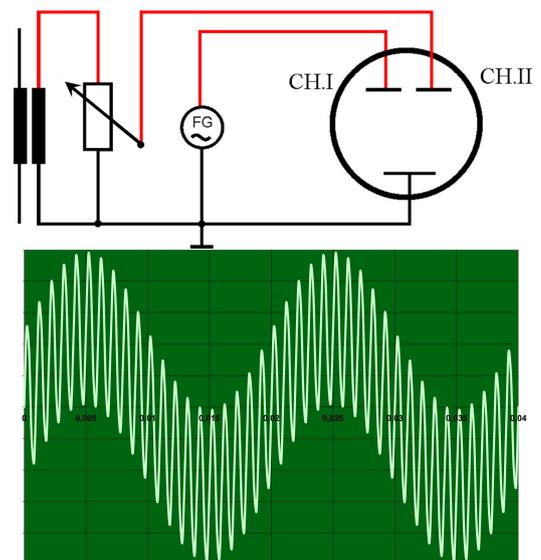

Abbildung 9: Zwei Wechselspannungen überlagert
Abb. 9 zeigt Ihnen die Überlagerung zweier Wechselspannungen, oben die Schaltung, unten die Darstellung auf dem Oszilloskop. Mit dem Potentiometer (Widerstand mit Pfeil) können Sie die Amplitude der Trafospannung einstellen. Der Pfeil stellt den Mittelabgriff dar.
- (M5) Bauen Sie die Schaltung auf. Überlegen Sie sich, wie Sie das Oszilloskop einstellen müssen, um die Additionsdarstellung zu sehen. Versuchen Sie, die Darstellung aus der Abb. 9 unten so exakt wie möglich „nachzubauen“.